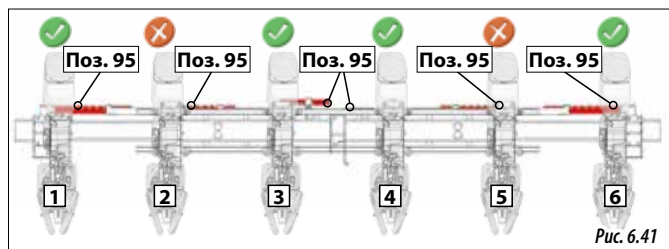

Рис. 6.41
- 1- Отключить высевающие секции 2 и 5 (рис. 6.41), см. раздел 6.7 «ОТКЛЮЧЕНИЕ ВЫСЕВАЮЩЕЙ СЕКЦИИ».